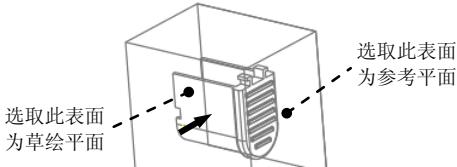

图 9.24 定义草绘平面
(1) 选择命令。单击 **编辑模具体积块** 功能选项卡 **形状** 区域中的  **拉伸** 按钮，此时系统弹出“拉伸”操控板。
(2) 定义草绘截面放置属性。在图形区右击，从系统弹出的菜单中选择 **定义内部草绘...** 命令；在系统  **选择一个平面或曲面以定义草绘平面** 的提示下，选取图 9.24 所示的坯料表面为草绘平面，
箭头方向为草绘视图方向，然后选取图 9.24 所示的坯料侧面为参考平面，方向为 **右**，然后单击 **草绘** 按钮。